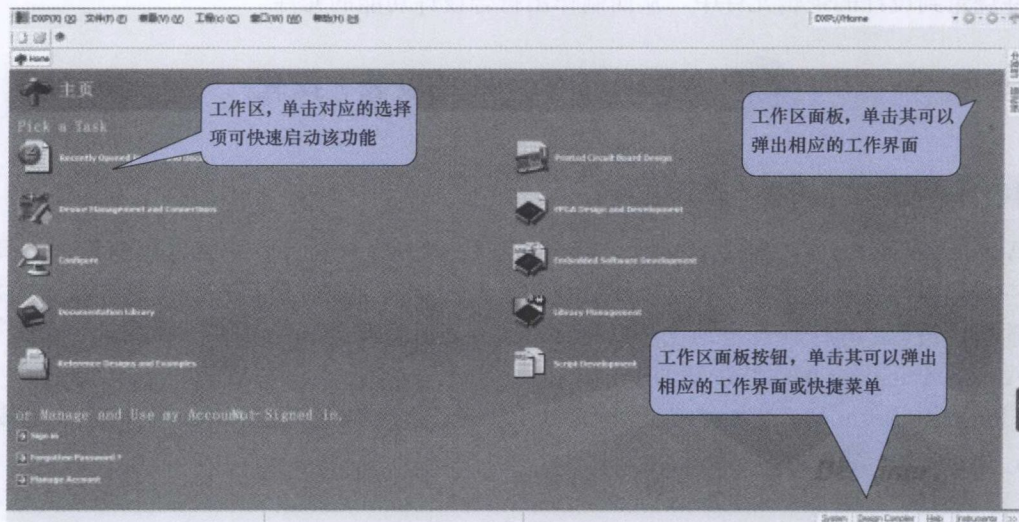
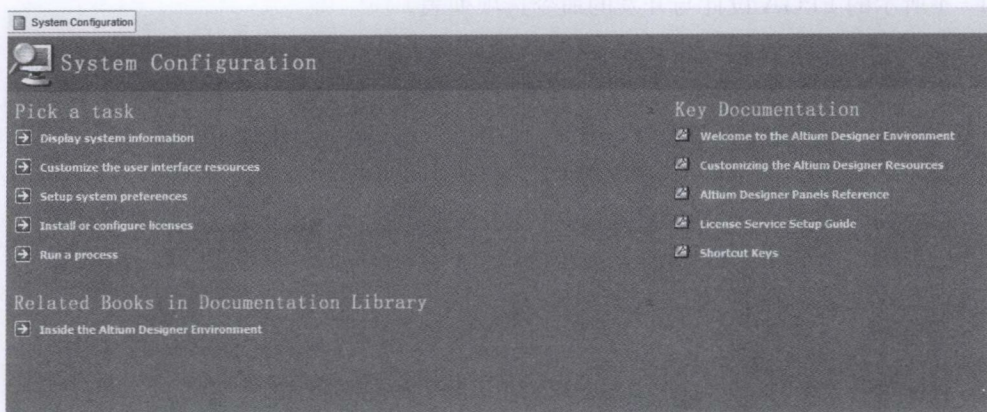

图 1-1 Altium Designer 工作组主界面
图 1-2 系统配置选择项
Page), 如图 1-1 所示。由图 1-1 可知, 用户可以创建 PCB 项目、原理图和 PCB 文档、FPGA 项目, 进行信号完整性分析及仿真等操作。这一节主要介绍 Altium Designer 的设计环境。
Altium Designer 提供了一个友好的主界面, 如图 1-1 所示, 用户可以通过该页面进行项目文件的操作, 如创建新项目、打开文件、配置等。用户如果需要显示该主页面, 可以选择 View/Home 命令, 或者单击右上角的图标。
(1) Recently Opened Project and Documents (近期打开的项目和文档)。选择该选项后, 系统会弹出一个对话框, 用户可以很方便地从对话框中选择需要打开的文件。当然用户也可以从 File 菜单中选择近期打开的文档、项目和工作空间文件。
(2) Device Management and Connection (器件管理和连接)。选择该选项可查看系统所连接的器件 (如硬件设备和软件设备)。
(3) Configure (配置)。选择该选项后, 系统会在主页面弹出系统配置选择项, 如图 1-2 所示, 此时用户可以选择自己需要的操作。当然这些操作也可以从图 1-1 的左上角 DXP 菜单中选择。